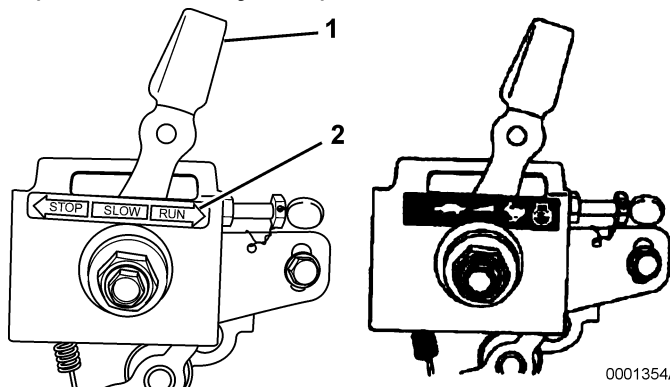

Рисунок 3
1. Если используемый регулятор оборотов двигателя аналогичен регулятору, изображенному на **Рисунке 3**, следует перевести рычаг регулятора оборотов двигателя (**позиция 1, Рисунок 3**) в положение **RUN (РАБОТА)** (**позиция 2, Рисунок 3**).